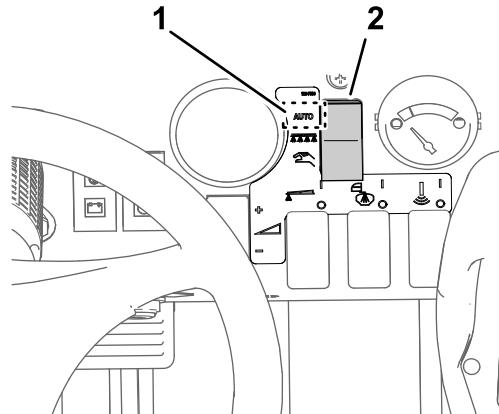

Bild 34
2. Stellen Sie die Taste für den Sprühmodus auf den manuellen Modus (Bild 34).